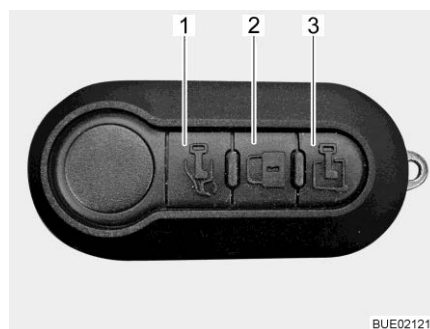

Fig. 51 Telecomando multifunzione (3 tasti)
- Sbloccaggio della porta conducente:** ■ Premere una volta brevemente il tasto  (Fig. 51,1). La porta conducente è sbloccata.
- Sbloccaggio della porta di ingresso:** ■ Premere una volta brevemente il tasto  (Fig. 51,3). La porta di ingresso è sbloccata.
Bloccaggio di tutte le porte: ■ Premere una volta brevemente il tasto  (Fig. 51,2). Tutte le porte sono bloccate.